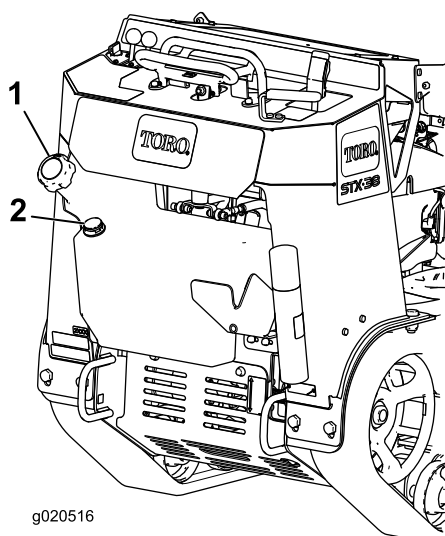

Figura 18
3. Limpie alrededor del tapón del depósito de combustible y retire el tapón (Figura 18).